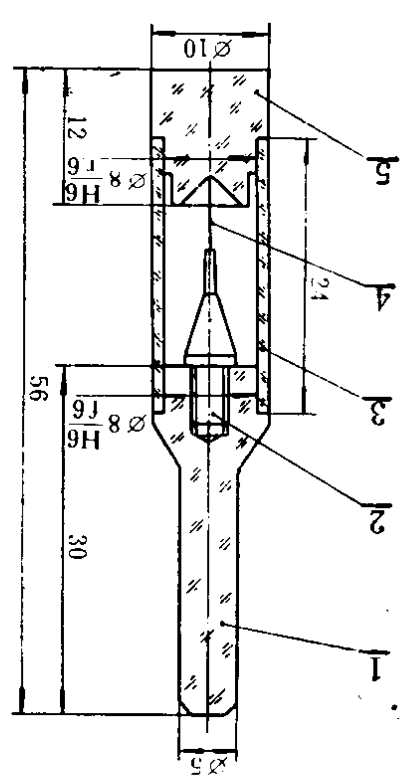
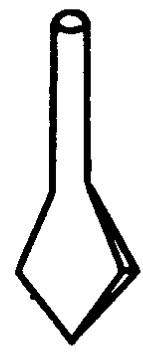

图 1-21 油杯
图 1-22 油针外形图
(1) 油杯（见图 1-21）：油杯由柄 1、连接件 2、套筒 3、油针 4 和油杯座 5 组成。油杯座的凹槽内贮放表油，它与套筒之间为过渡配合，这样便于将套筒拆下来对油杯座进行清洗。柄与套筒之间为松动配合。油针牢牢地插在连接件的孔里。为了增强注油效果，可以把油针的端部挤扁，然后磨成铲子形状（见图 1-22）。柄、套筒和油杯座的材料均为有机玻璃，既美观又透明。油针的材料是钢丝。